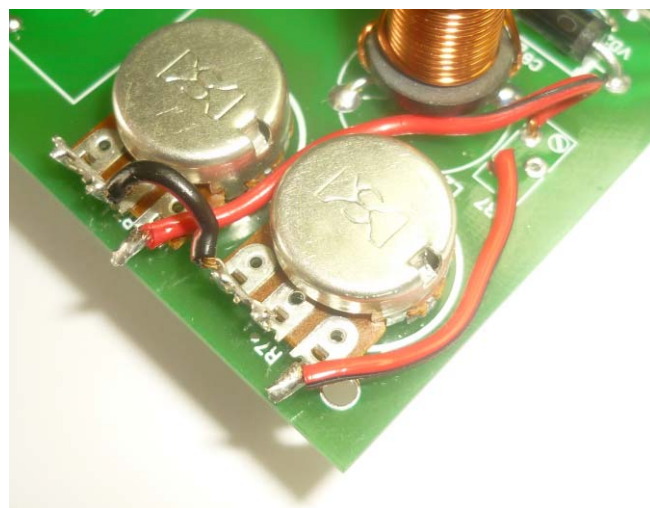

Рис.3 Монтаж резисторов R7\* и R7\*\*
- Монтаж резисторов R7\* и R7\*\* производите в соответствии с рис.3.;